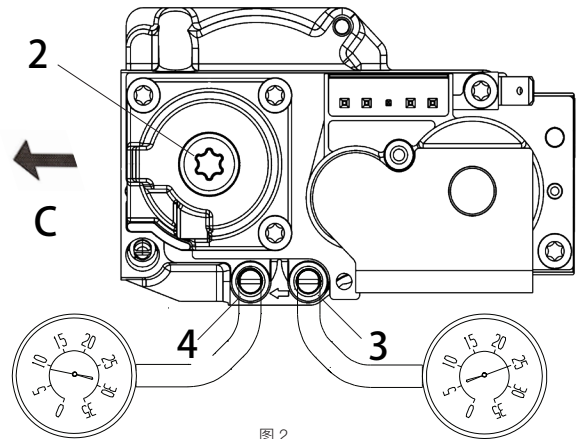

图 2
- 将一个压力表连接到燃气阀的入口压力测量孔（图 2 的中的 3）上并将第二个压力表连接到燃气阀的出口压力测量孔（图 2 的中的 4）；
- 启动加热器并读取第一个供气压力表的读数，如有必要，调整燃气阀上的压力调节螺丝（图 2 的中的 2），直至达到参数牌中所示的正确供气压力。如果达到了：